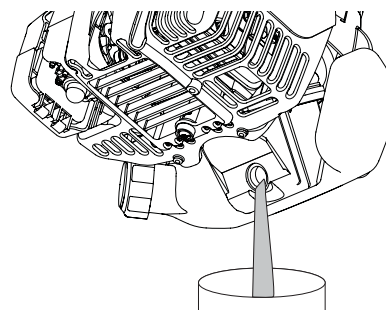

Fig. 26
3. Versez l'huile de l'orifice de remplissage dans un récipient en inclinant l'appareil à la verticale (Fig. 26). Allouez assez de temps pour une vidange complète.